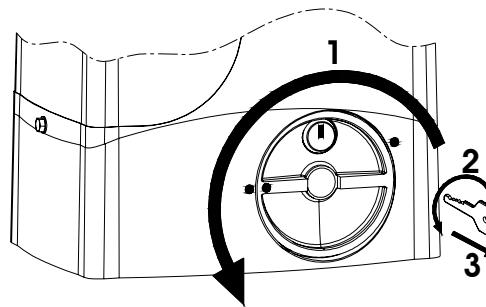

Fig.29
- 1) Gire el sistema de desbloqueo en sentido horario hasta su tope, Fig. 29 ref. 1.
- 2) Gire la llave en sentido antihorario y quite la de la cerradura, Fig. 29 ref. 2 y 3.